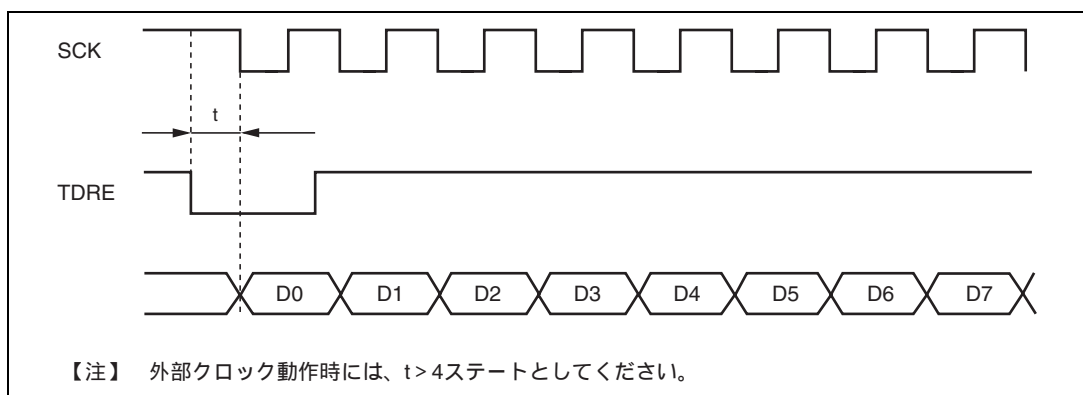

図 13.22 DMAC によるクロック同期式送信時の例
- (1) 同期クロックに外部クロックソースを使用する場合、DMACによるTDRの更新後、φクロックで5クロック以上経過した後に、送信クロックを入力してください。TDRの更新後4ステート以内に送信クロックを入力すると、誤動作することがあります。(図13.22)
- (2) DMACにより、RDRのリードを行うときは必ずDTCRのDTS2~0ビットで起動要因を当該SCIの受信完了割り込み (RXI) に設定してください。